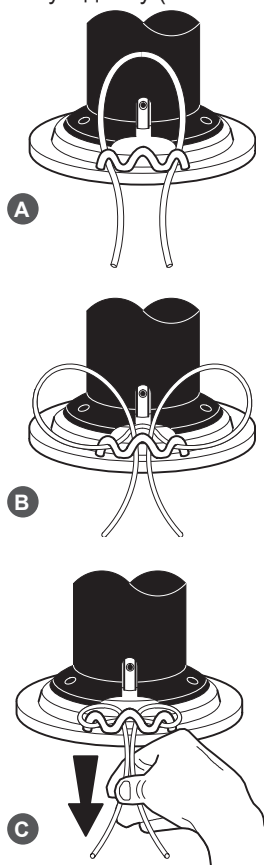

Рис. 15 Замена триммерного корда
4. Проденьте концы нового корда в крайние петли (Рис.15А).
5. Затем соедините концы корда и проденьте их через центральную петлю держателя (Рис. 15В).
6. Убедитесь, что концы корда имеют одинаковую длину (Рис. 15С).